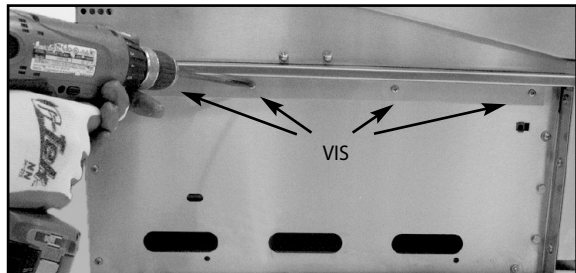

Fig. 04
1. Il vous faut d'abord retirer les équerres du côté de l'appareil et les remplacer par les supports de fixation du chariot (Fig. 04). L'appareil est expédié préparé pour une installation autoportante.